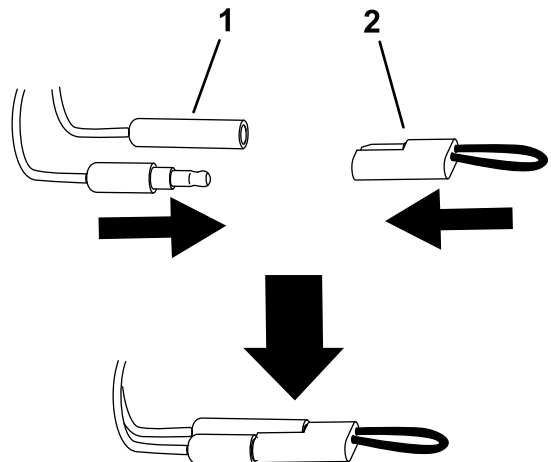

Figura 13
5. Desconecte los conectores de calibración e instale el tapón en los conectores (Figura 13).